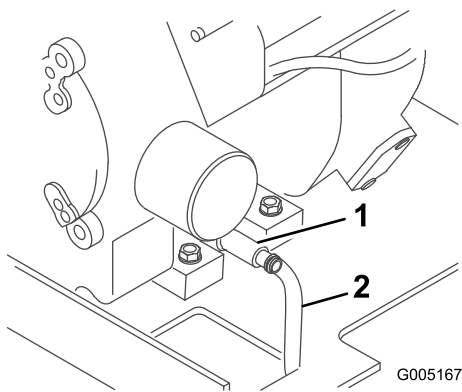

Figura 22
- Coloque un extremo de una manguera en la válvula de vaciado y el otro extremo en un recipiente (Figura 22).
5. Abra la válvula de vaciado girándola en el sentido contrario a las agujas del reloj, tirando hacia fuera mientras la gira (Figura 22).